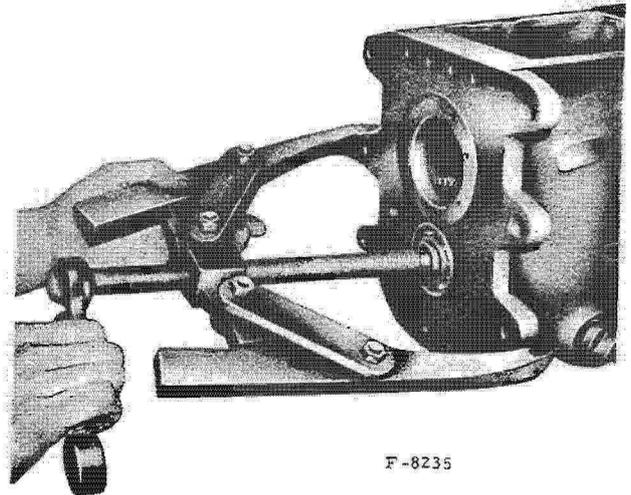

Fig. 38. - Démontage de l'arbre intermédiaire 1er temps.
- Retirez le circlip en bout d'arbre devant le roulement et, à l'aide d'un arrache-moyeu, poussez l'arbre intermédiaire vers l'arrière jusqu'à ce que le pignon de 3e vienne au contact du bossage de marche arrière (fig. 38).